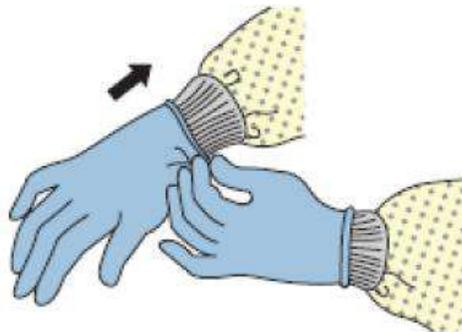

Figura 8. Colocación de los guantes
**5.4.1.2.2.** Colocar los guantes en cada mano. Extender los guantes para que cubran la parte del puño en la bata (Figura 8).